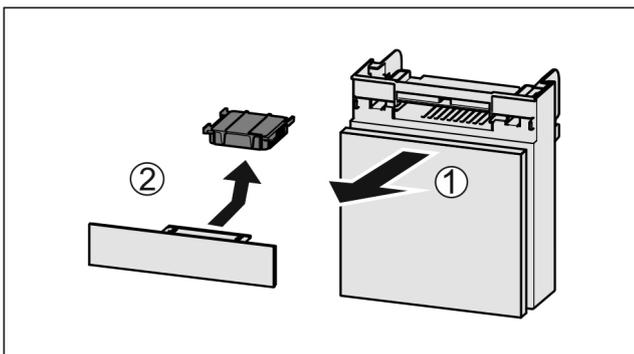

Fig. 97
- ▶ Fach nach vorne herausziehen Fig. 97 (1).
- ▶ Aktivkohlefilter entnehmen Fig. 97 (2).